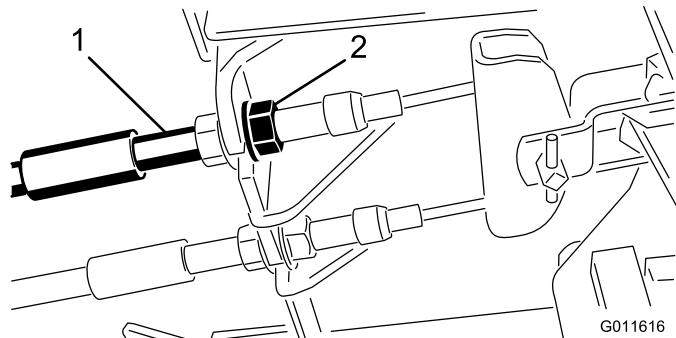

Figura 46
- Para reducir la holgura de los pedales de freno, apriete los frenos aflojando la tuerca delantera del extremo roscado del cable de freno (Figura 46).